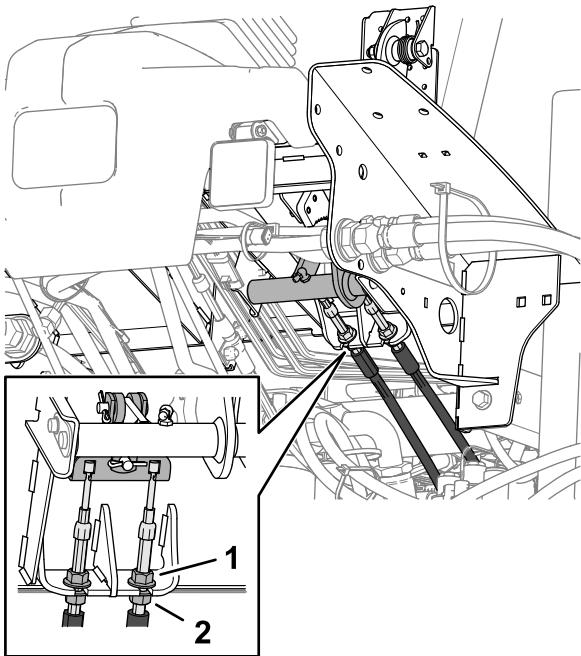

Bild 139
5. Um das Spiel des Bremspedals zu verringern, lösen Sie die vorderen Klemmmuttern am Gewindeende jedes Bremszugs (Bild 139).